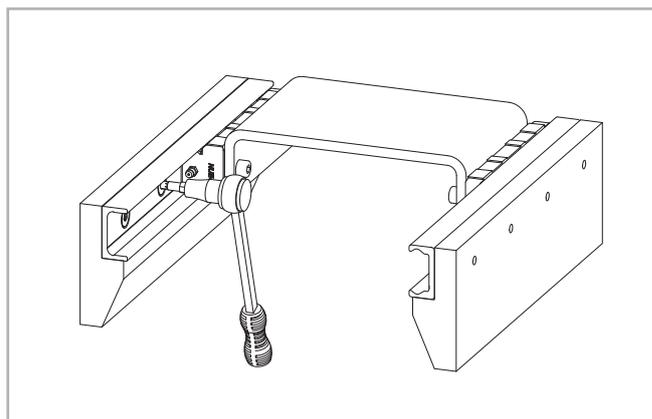

Fig. 111
(2) Montez le rail suiveur et ne serrez que légèrement les vis de fixation.
(3) Introduisez les patins dans les rails et montez l'élément mobile sans serrer à fond ses vis.
(4) Déplacez l'élément mobile vers le milieu du rail et vissez-le au couple de serrage correct (voir p. CR-59, tab. 42).
(5) Serrez les vis de fixation situées au milieu du rail au couple de serrage prescrit (voir fig. 111).
(6) Amenez l'élément à l'une des extrémités du rail et commencez à partir d'ici de serrez les vis restantes en procédant vers l'autre extrémité du rail.